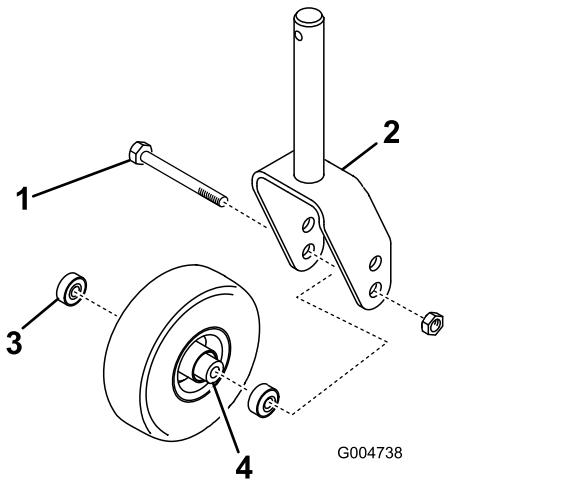
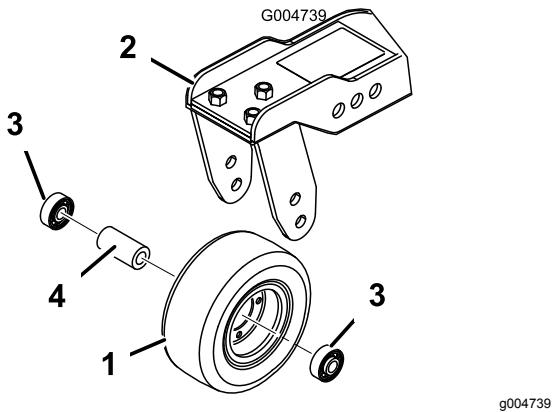

Figura 113
Figura 114
2. Togliete il cuscinetto dal mozzo della ruota e lasciate cadere il distanziale del cuscinetto (Figura 113 e Figura 114).